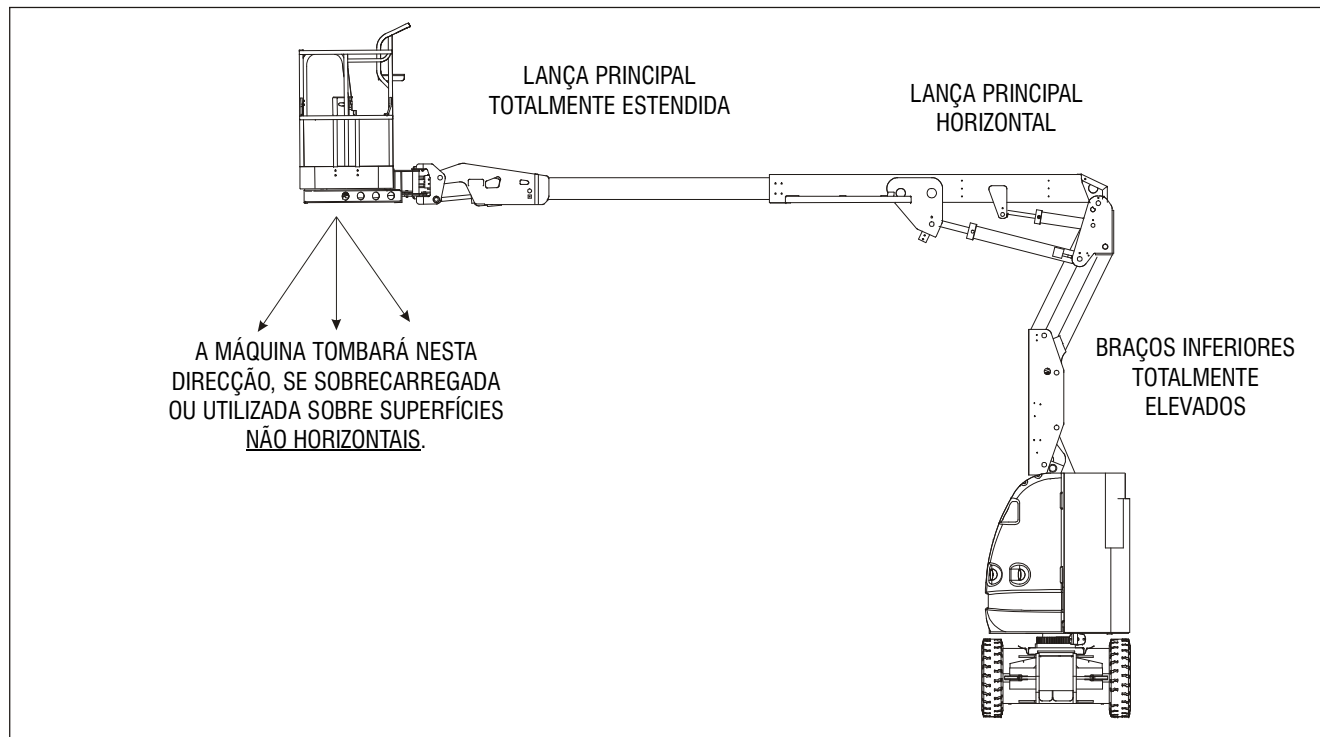
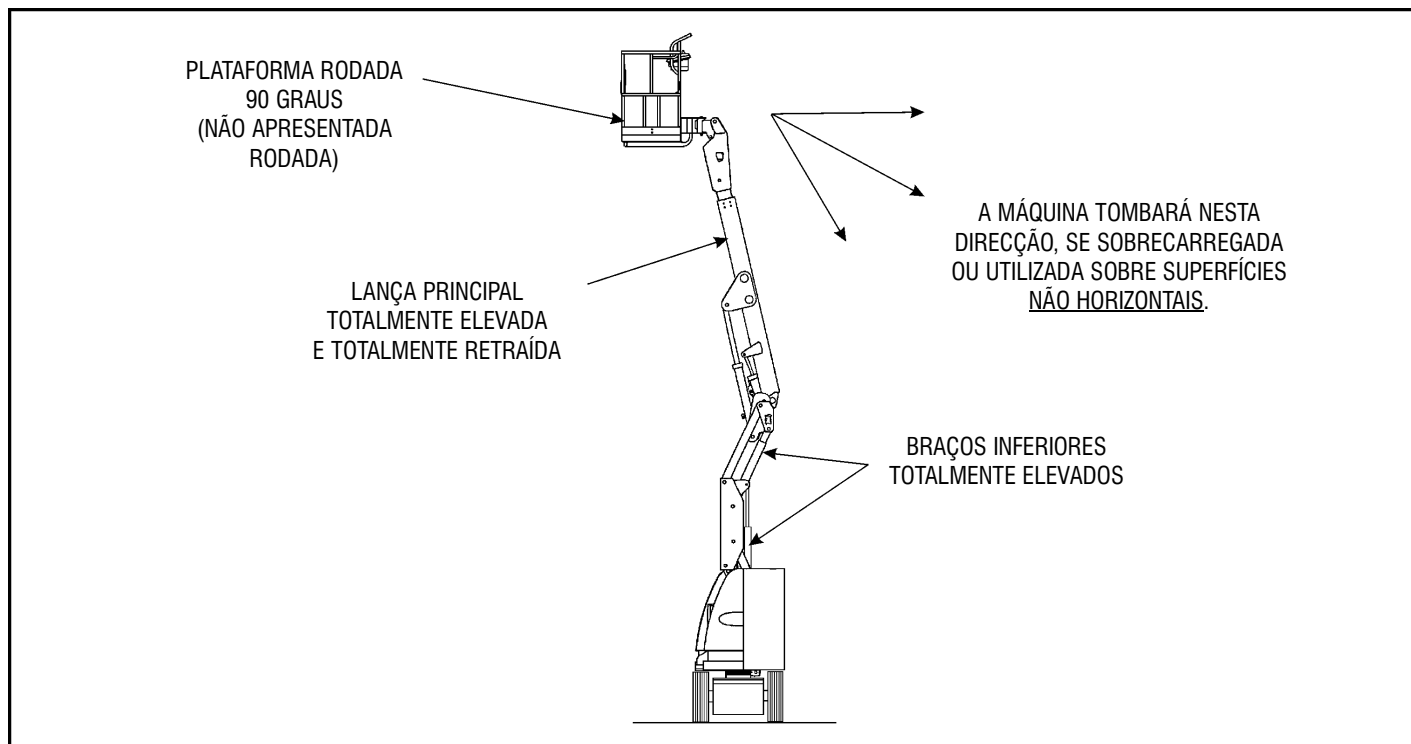

Figura 4-1. Posição da estabilidade frontal mínima
Figura 4-2. Posição de estabilidade posterior mínima
A estabilidade da máquina baseia-se em duas (2) condições, designadas estabilidade FRONTAL e estabilidade POSTERIOR. A posição de estabilidade FRONTAL mínima da máquina é indicada em Figura 4-1. e a sua posição de estabilidade POSTERIOR mínima é apresentada em Figura 4-2.